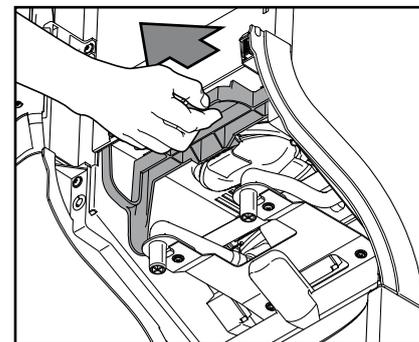

Fig. 44
- d. Tirez sur le verrouillage pour détacher le bol de mélange dans l'ensemble (fig. 44).